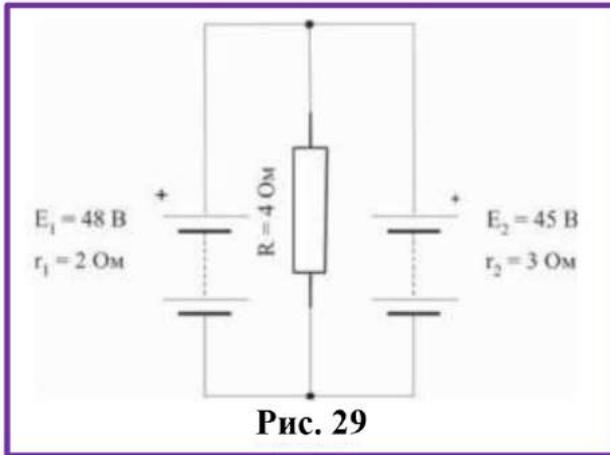

Рис. 29
**Пример 38.** Определить ток в резисторе  $R$  (рис. 29).